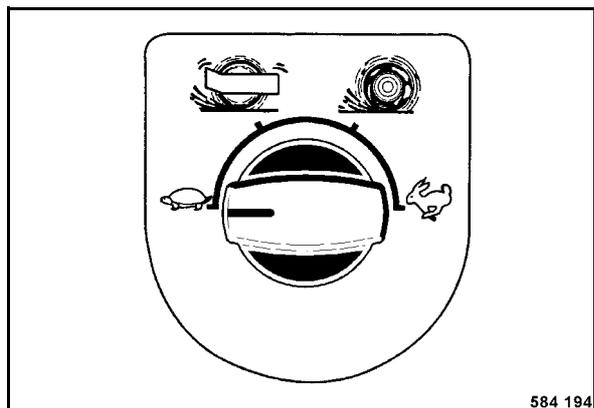

Рис. 95
- Выбрать рабочую скорость (Рис. 95).